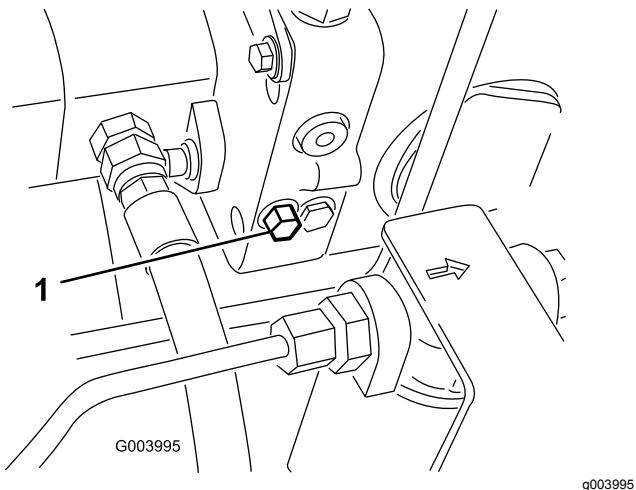

Figura 55
1. La valvola di bypass è situata sul lato sinistro dell'idrostato (Figura 55). Fate ruotare di un giro e mezzo il bullone per aprire e lasciare bypassare l'olio all'interno. Dal momento che il fluido viene bypassato, potete spostare lentamente la macchina senza danneggiare la trasmissione.